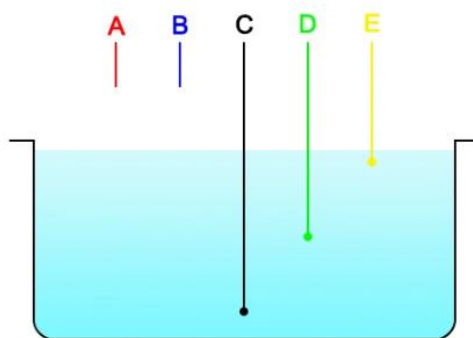

Рис.2
**Установка в емкости для контроля откачки воды показаны на рис. 2.**